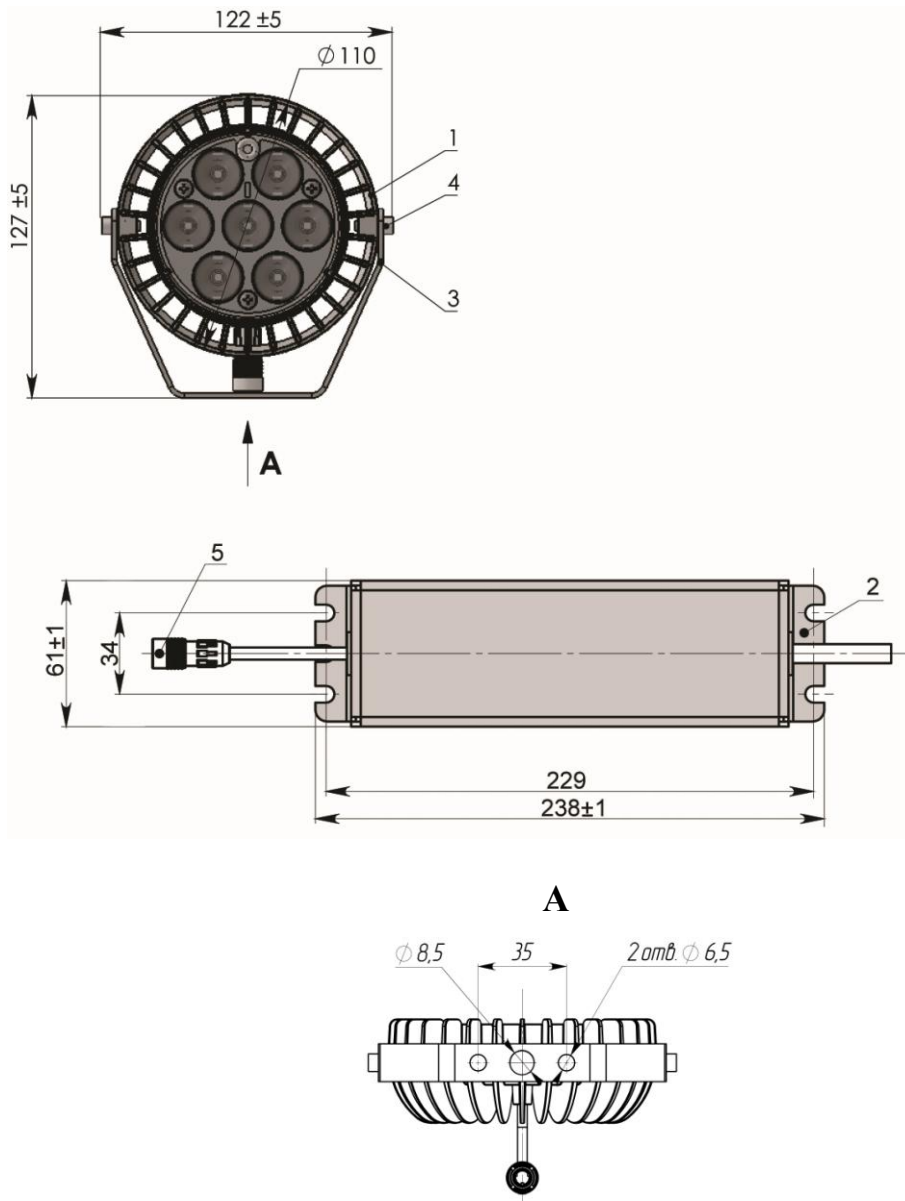

Рис.1
- 2.1. Прожекторы GALAD Аврора LED-7 (рис.1, 2) со светодиодными модулями предназначены для архитектурного освещения зданий.
- 5.1. Установить оптическую часть прожектора (поз.1), закрепив скобу (поз.3) двумя болтами М6 и одним болтом М8 (см. рис.1)
- 5.4. Соединить разъемы оптической части (поз.6) и блока питания (поз.5) (см. рис.1) и надеть на них трубку термоусаживаемую с дальнейшим нагревом электрофена.